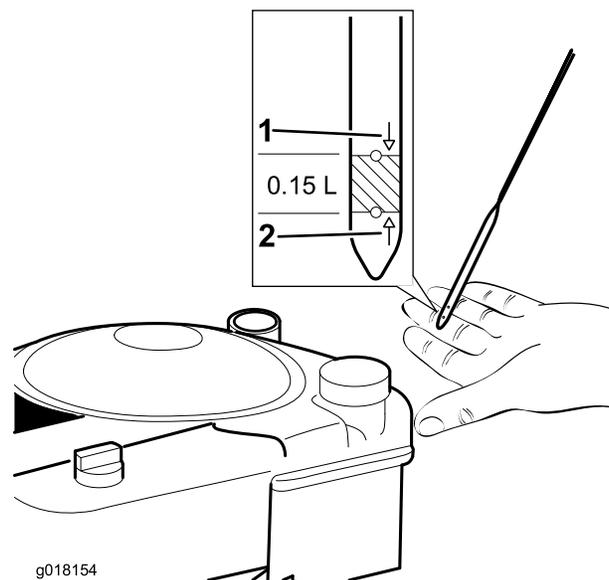

Figura 6
1. Retire a vareta do óleo (Figura 6).
2. **Lentamente** deite óleo no tubo de enchimento do óleo, aguarde 3 minutos, verifique o nível do óleo na vareta ao limpar a vareta e, depois, introduza totalmente a vareta no tubo (Figura 6).
3. Encha o motor com óleo até a vareta indicar que o nível de óleo do motor está correcto, como indicado em Figura 6.